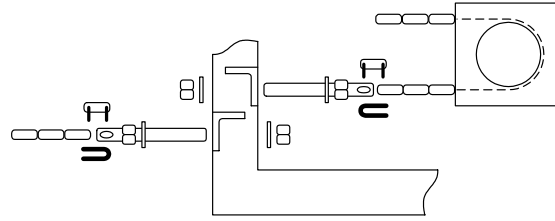

Figura 16
1. Instale una guía sin fin (p/n 2600-818) en la apertura entre la puerta y la cerca (figura 16, 18). Note que la cadena esté encaminada entre la cerca y la puerta en este tipo de instalación. **¡IMPORTANTE!** Estar seguro que la ensambladura de la rueda guía esté firmemente pegada al pilar, la pilastra, etc.
2. Asegure los brackets de cadena a la puerta como se muestra en figura 16. Los brackets de cadena deben estar pegadas al marco de la puerta a fin de que estén aproximadamente 1 pulgada aparte.
4. Pegue la cadena a los pernos de cadena usando las conexiones maestras proporcionadas, y luego pegue los pernos de cadena a los brackets de cadena usando el material suministrado (figura 16). Haga cualquier ajustes a la longitud de la cadena en este momento.